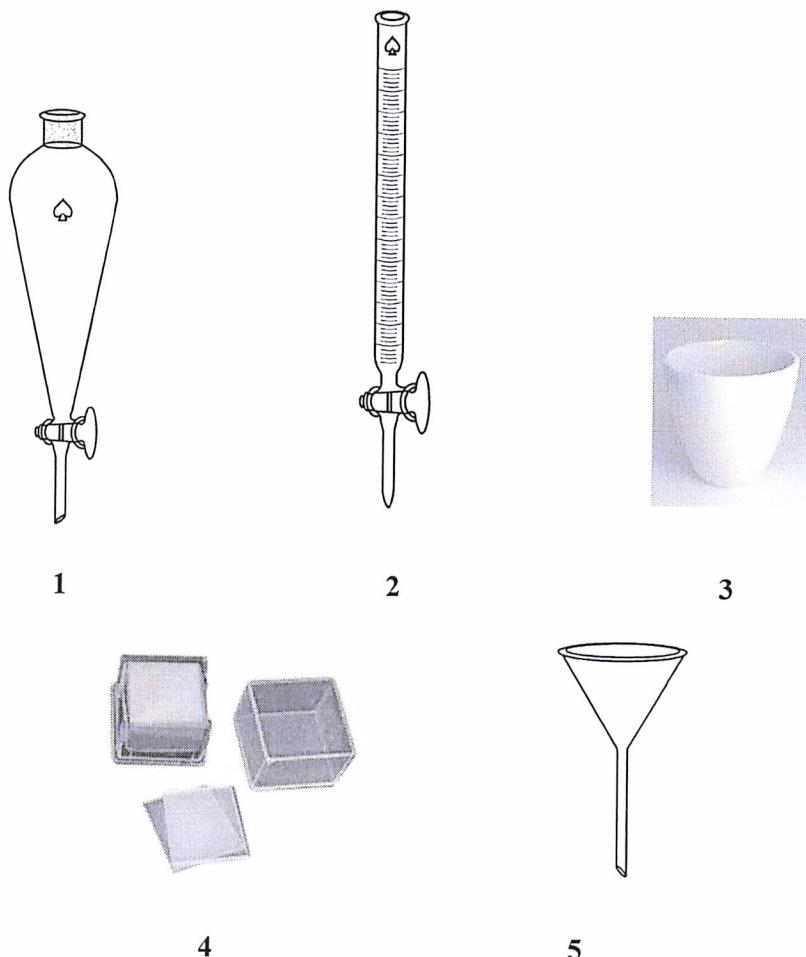

Figura 2. Vidrarias utilizadas em laboratório.
2^a Questão (20 pontos). Os procedimentos de decantação, fusão, calcinação, titulação e filtração são realizados no laboratório em situações diversas. A Figura 2 apresenta vidrarias utilizadas para realizar esses procedimentos.
a) Escreva nos espaços os nomes correspondentes às vidrarias apresentadas na Figura 2.